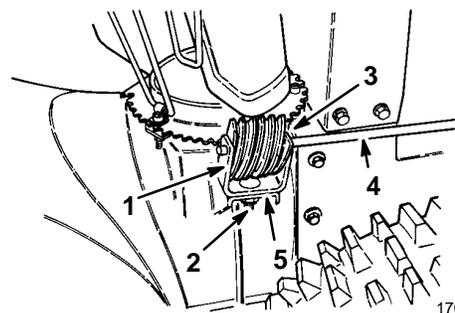

Abbildung 7
- Die 2,54 cm (1") Schloßschraube in die Montagebohrung des Zahnradbügels stecken (Abb. 7).
- Das Schneckengetriebe in den Bügel legen, die Löcher ausrichten und den Auswurflenkschenkel durch den Bügel und das Schneckengetriebe stecken (Abb. 7).
- Schneckengetriebe und Bügel mit einer Schloßschraube, einer flachen Unterlegscheibe und einer Sicherungsmutter lose am Montageflansch anbringen (Abb. 7).
- Das Schneckengetriebe in den Zahnkranz des Auswurfkanals schieben und die Sicherungsmutter festziehen (Abb. 7).